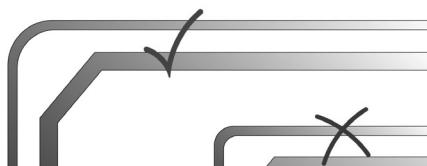

Рисунок 8 – Все изгибы должны иметь плавный переход
- обязательно следует учитывать диаметр и длину труб, количество стыков и поворотов - все это влияет на потери напора. Изгибы трубопровода должны быть плавными (см. рисунок 8).